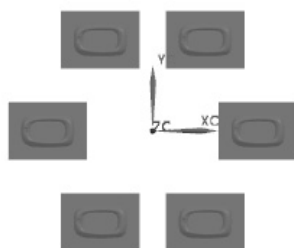

图 3.2.8 恒定布局
生变化。下面介绍图 3.2.8 所示的恒定布局的一般创建过程。
Step4. 在“布局类型”区域中单击“点对话框”按钮，系统弹出“点”对话框，在“输出坐标”区域中的 X、Y 和 Z 文本框中输入值 0、0 和 0，单击“确定”按钮，再单击“生成布局”区域中的“开始布局”按钮，单击“关闭”按钮，结果如图 3.2.8 所示。